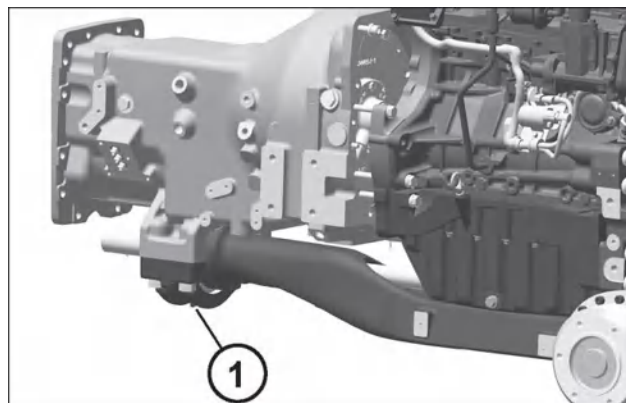

Рис. 7-92
- Опора заднего моста (1 шт.) (1 — рис. 7-92).